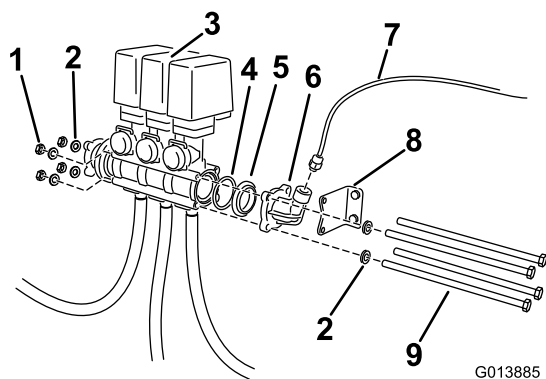

Figura 5
3. Retire os parafusos longos e os dispositivos de fixação que prendem o conjunto da válvula (Figura 5).
4. Retire a porta do indicador de pressão e o adaptador macho para macho (Figura 5).